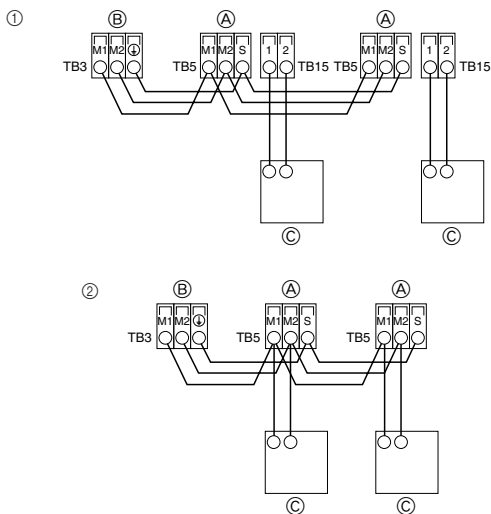

Fig. 6-2
6.2. Raccordement des câbles de la commande à distance et des câbles de transmission intérieurs et extérieurs (Fig. 6-2)
- ① Commande à distance MA
- ② Commande à distance M-NET